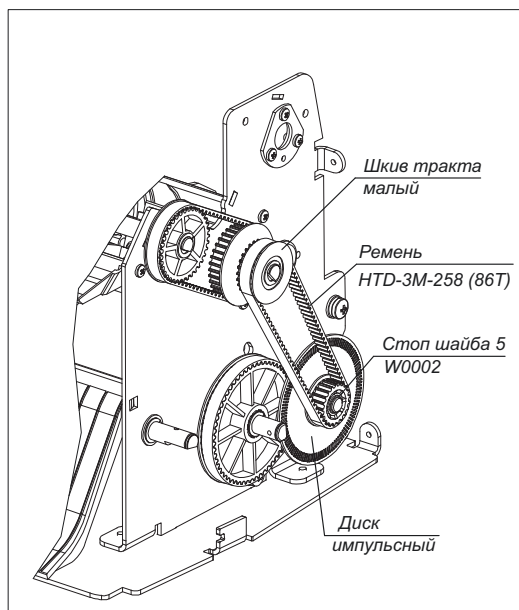

Рис. 24
2. Снимите ремень HTD-3М-258 (86Т) с диска импульсного и шкива тракта малого (рис. 24).
3. Извлеките стоп шайбу 5 W0002 из кольцевой проточки вала двигателя (рис. 24).
С позицией “Диск импульсный ЕВКМ.00D600.00.00.005” (изм.3) устанавливать ремни (см. рис. 24, 25 и 26):